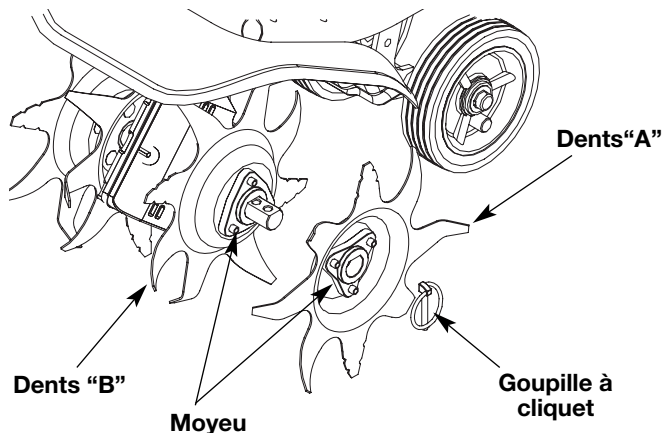

Fig. 14
2. Retirez les axes à épaulement et leurs fixations. Faites glisser les dents de l'arbre (Fig. 14).